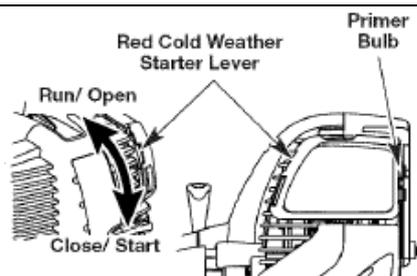

Рис. 11
3. Полностью выжмите и отпустите кнопку подкачки топлива 10 раз. В кнопку должно попасть некоторое количество топлива (Рис. 11). Если видимых признаков появления топлива кнопке не наблюдается, выжмите ее еще несколько раз.
3. Полностью выжмите и отпустите кнопку подкачки топлива 10 раз. В кнопку должно попасть некоторое количество топлива (Рис. 11). Если видимых признаков появления топлива в кнопке не наблюдается, выжмите ее еще несколько раз.